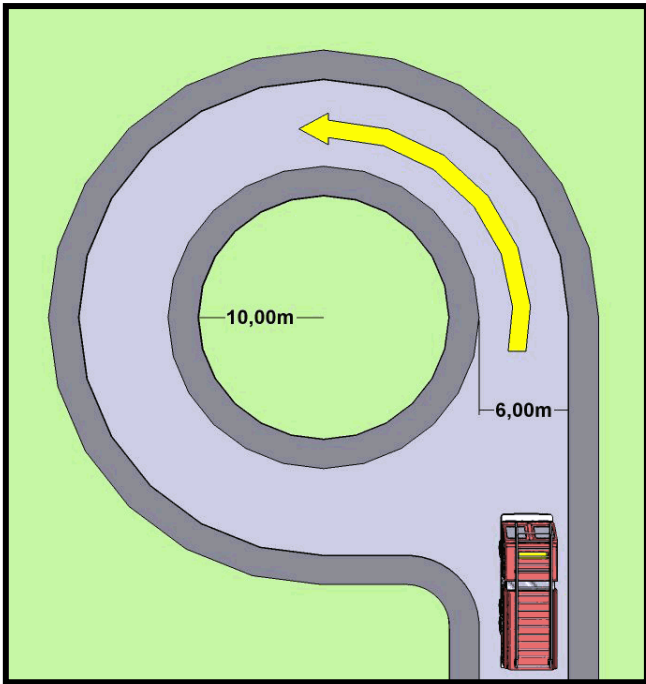
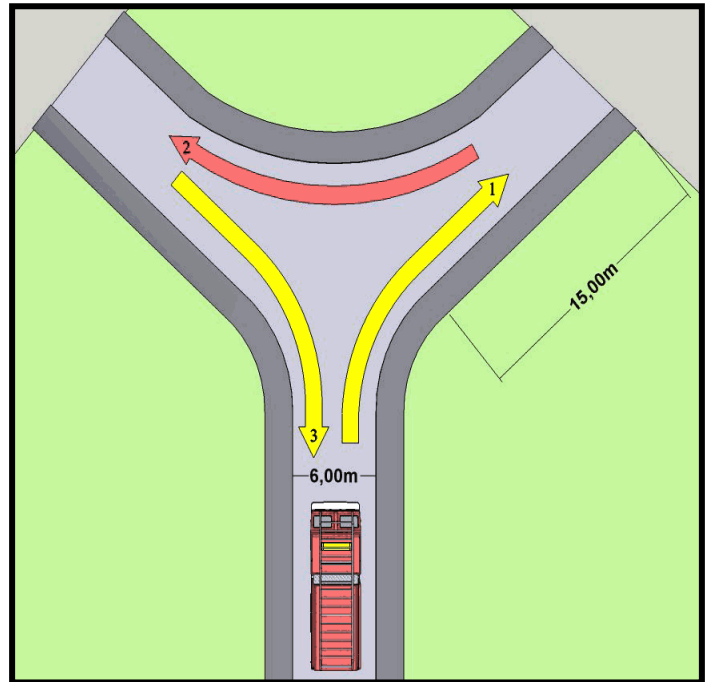
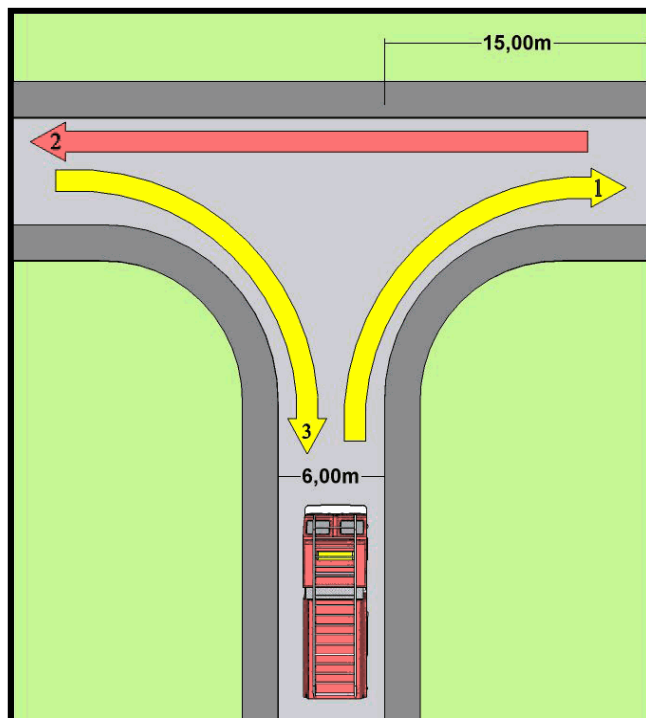

Figura 1 – Retorno circular
Figura 2 – Retorno em formato de “Y”
Figura 3 – Retorno em formato de “T”
5.1.4 A via urbana que exceda 45 m de comprimento deve possuir retorno circular (Figura 1), retorno em formato de “Y” (Figura 2) ou retorno em formato de “T” (Figura 3), respeitadas as medidas mínimas indicadas.